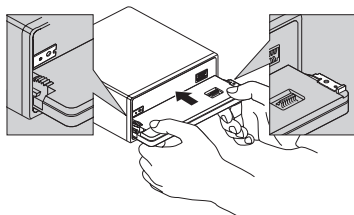

Abb. 11
2. Bringen Sie die Frontplatte wieder am Gerät an. (Abb. 11)